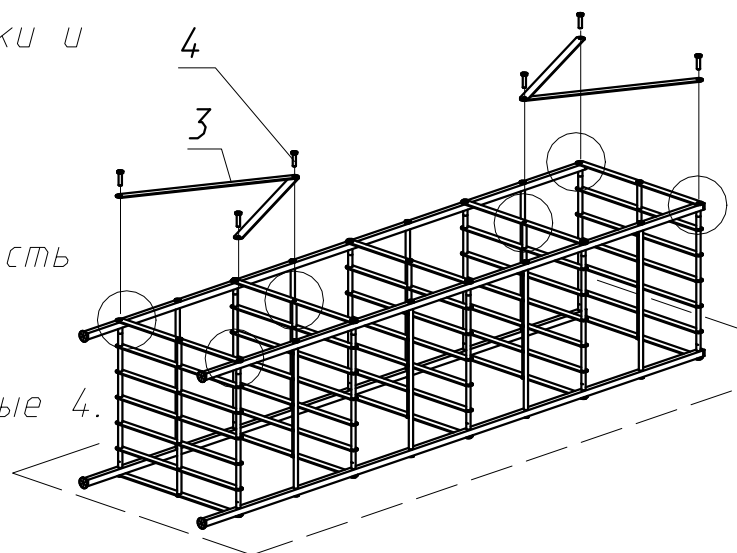

Рис.4
15) Расположить собранную часть изделия как на Рис.4
17) Расположить планки 3 как показано на Рис.4.